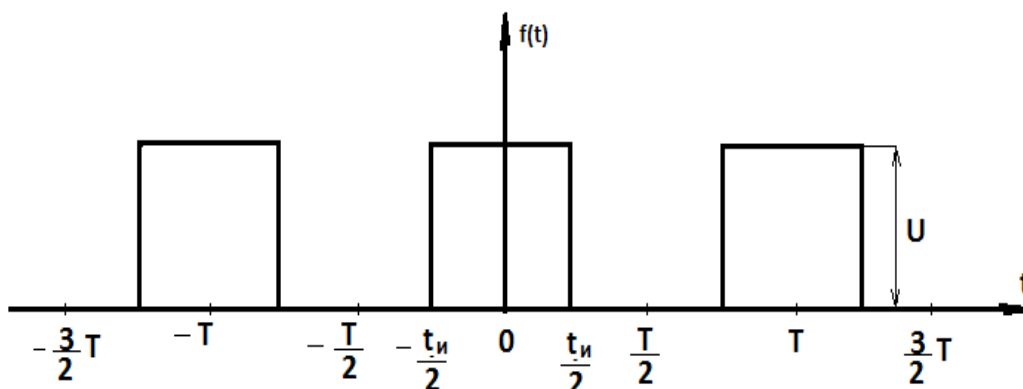

Рис. 1. Периодическая последовательность импульсов прямоугольной формы
Пусть $f(t)$ определяет периодическую последовательность прямоугольных импульсов напряжения с амплитудой U , продолжительностью t_u и периодом следования T (рис.1).
Так как при выбранном начале отсчета времени (точка 0, рис.1) функция $f(t)$ оказывается четной, ее спектр будет содержать только косинусоидальные гармоники и постоянную составляющую. Амплитуды этих гармоник согласно (4), равны